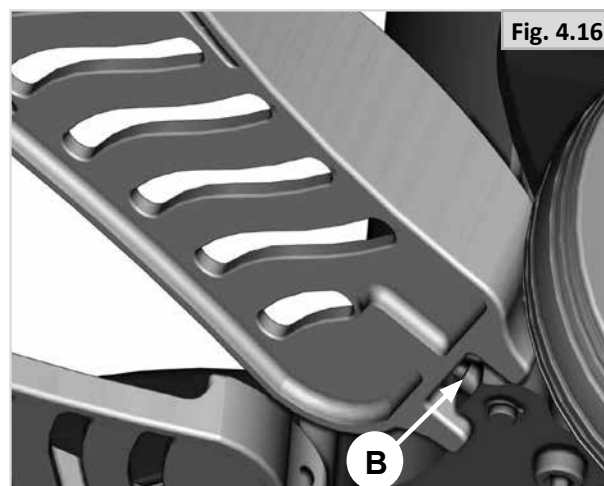

Fig. 4.16
- Relevez la palette de manière à pouvoir aisément accéder à la vis de réglage de l'angle (B-Fig. 4.16).
- Desserrez les 4 vis (A).
- Tournez la vis B (Fig 4.16) pour régler la hauteur.
- Resserrez les 4 vis (A).